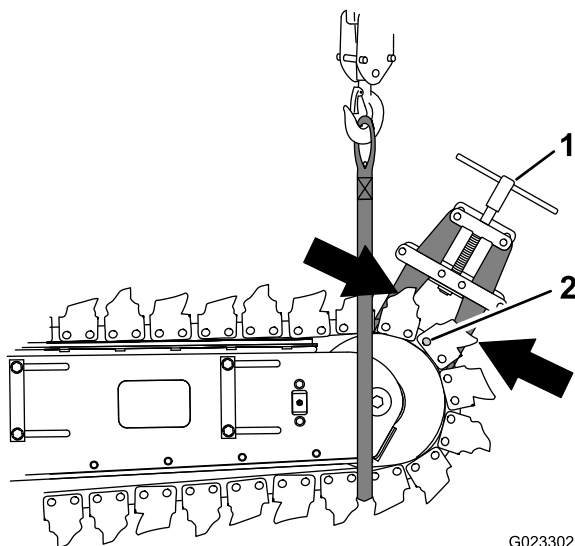
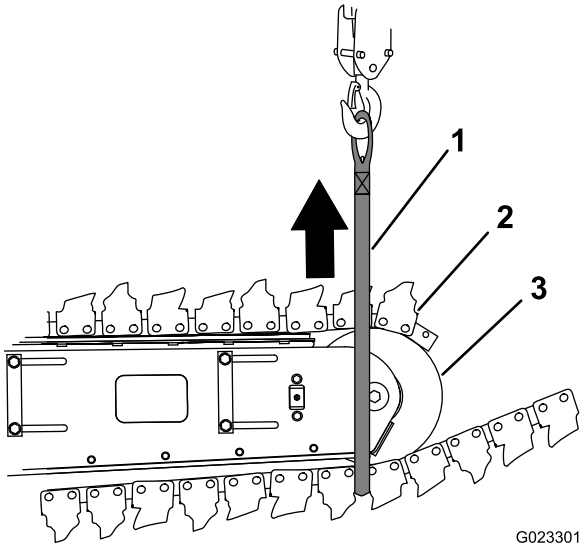

Figura 41
Figura 46
- Pase la eslinga alrededor de la cadena en la posición del diente del quinto o sexto eslabón, contando desde el pasador maestro, por debajo y por delante de la rueda tensora (Figura 41).
- Sujete los extremos de la cadena colocando una mordaza para cadenas en los rodillos de los eslabones en cada lado de las placas interior y exterior, en la posición del pasador maestro (Figura 41).
- Baje el equipo de izado hasta que el extremo de la cadena excavadora esté en el suelo (Figura 46).
5. Mueva el control de desplazamiento de la zanjadora a la posición de PUNTO MUERTO cuando el extremo de la cadena esté situado encima de la rueda tensora de la espada (Figura 46).
1. Pase la eslinga alrededor del extremo de la cadena que está en el suelo, en la posición del diente del quinto o sexto eslabón (Figura 46).
2. Eleve la cadena y colóquela alrededor de la rueda tensora (Figura 46 y Figura 41).
3. Sujete los extremos de la cadena colocando una mordaza para cadenas en los rodillos de los eslabones en cada lado de las placas interior y exterior, en la posición del pasador maestro (Figura 41).